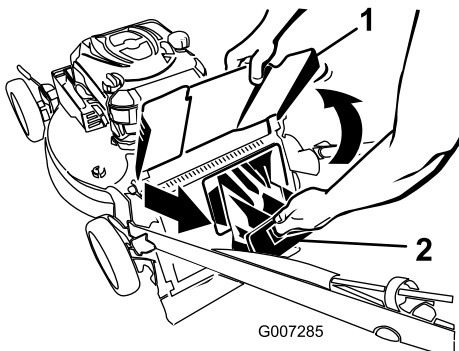

Bild 20
2. Heben Sie das Auswurfablenkblech an und halten es hoch (Bild 20).
3. Ziehen Sie die Heckauswurfsklappe ab (Bild 20).